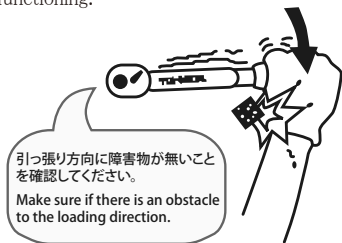

図 3 Fig.3
- 狭い所での締め付け作業では手やひじに注意して下さい。(図3)
- Never use the torque wrench as a hammer or mallet.(Fig.3)